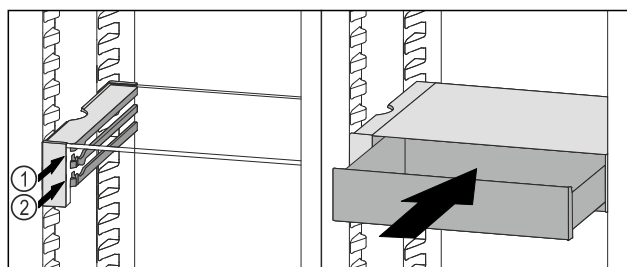

Fig. 214
- Posizionare il cassetto VarioSafe dietro i tappi sulla nervatura desiderata Fig. 214 (1) o Fig. 214 (2).